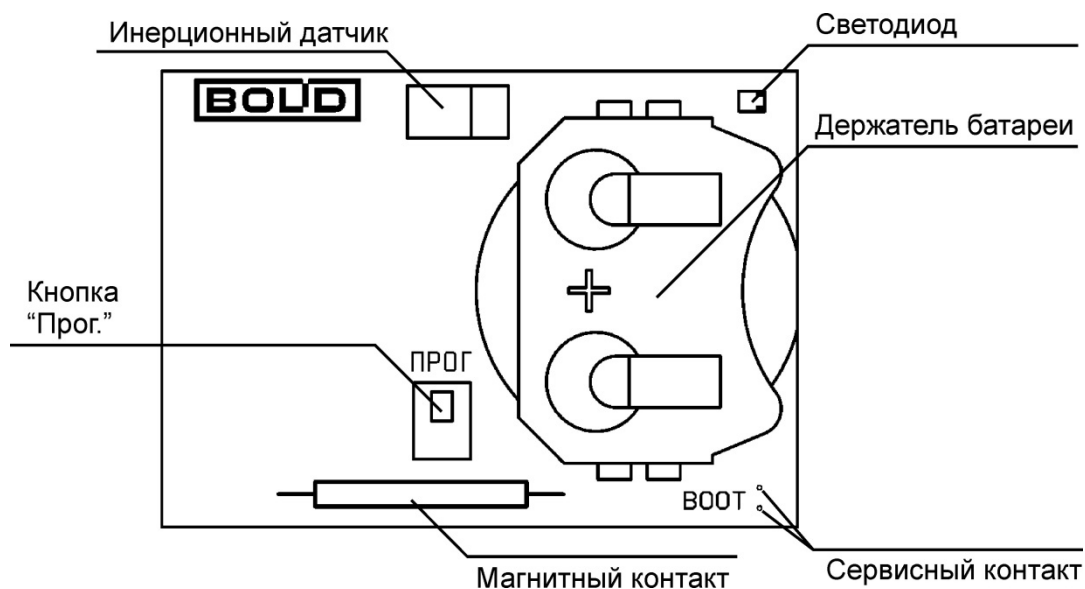

Рисунок 2.2 Расположение элементов на плате
На плате прибора располагаются элементы питания и органы управления прибором (см. Рисунок 2.2):
- Осуществить комбинацию нажатий кнопки «Прог.» на плате подключаемого прибора (см. Рисунок 2.2):
Тест качества связи запускается посредством короткого нажатия на кнопку «Прог.» на плате прибора (см. Рисунок 2.2). Запуск процедуры может занимать до 2 секунд, при этом прибор осуществляет анализ радиоэфира и регистрацию на оптимальном Радиоконтроллере или ретрансляторе.